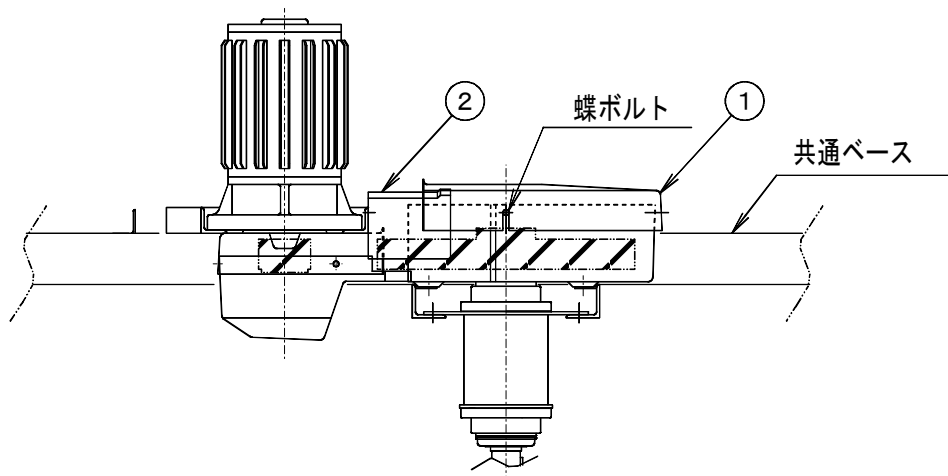

図11-4 ベルトカバー組立図
ベルトの交換は、11-1 ベルトの張り調整 および、図11-4 ベルトカバー組立図を参照してください。
- a. 図11-4のベルトカバー①を外してください。
- b. 次に、図11-4のベルトカバー②を外してください。
- j. 図11-4の②および①の順にベルトカバーをセットしてください。